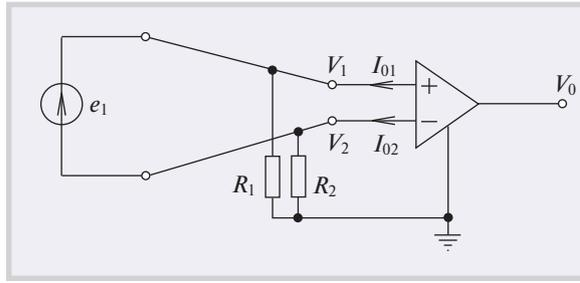

Рис. 8. Устранение насыщения дифференциального приемника с помощью резисторов
можно соединить с «землей» через резисторы (рис. 8). Если внутреннее сопротивление источника сигнала велико, то резисторы выбирают с одинаковым сопротивлением. При низком сопротивлении источника (как, например, у термопар) разница сопротивлений не играет роли, и можно использовать одно из них вместо двух. Если источник сигнала соединен с приемником через развязывающие конденсаторы, то величины резисторов должны быть строго одинаковы. В измерениях с высокой точностью эти резисторы улучшают симметрию дифференциальной пары проводов и улучшают эффект компенсации синфазной помехи.
Для предотвращения насыщения выходных каскадов источников тока разностью токов ($I_1 - I_2$) можно использовать способ, аналогичный представленному на рис. 8, однако резисторы в данном случае должны быть соединены с «землей» источника сигнала.
Недостатком токовых каналов передачи информации является то, что в соответствии с выражением (7) при бесконечно большом сопротивлении источника и приемника сигнала относительно «земли» напряжение ёмкостной наводки является максимальным. Применение резисторов для отвода тока помехи на землю (рис. 8) улучшает ситуацию, однако эти резисторы не могут быть выбраны очень малыми, поскольку при этом увеличивается влияние их рассогласования на погрешность передачи тока.